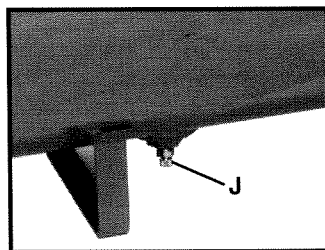

Fig. 4
**Válvula de drenaje (J), Fig. 4:** La válvula de drenaje está ubicada en la base del tanque de aire y se utiliza para drenar la condensación al final de cada uso.